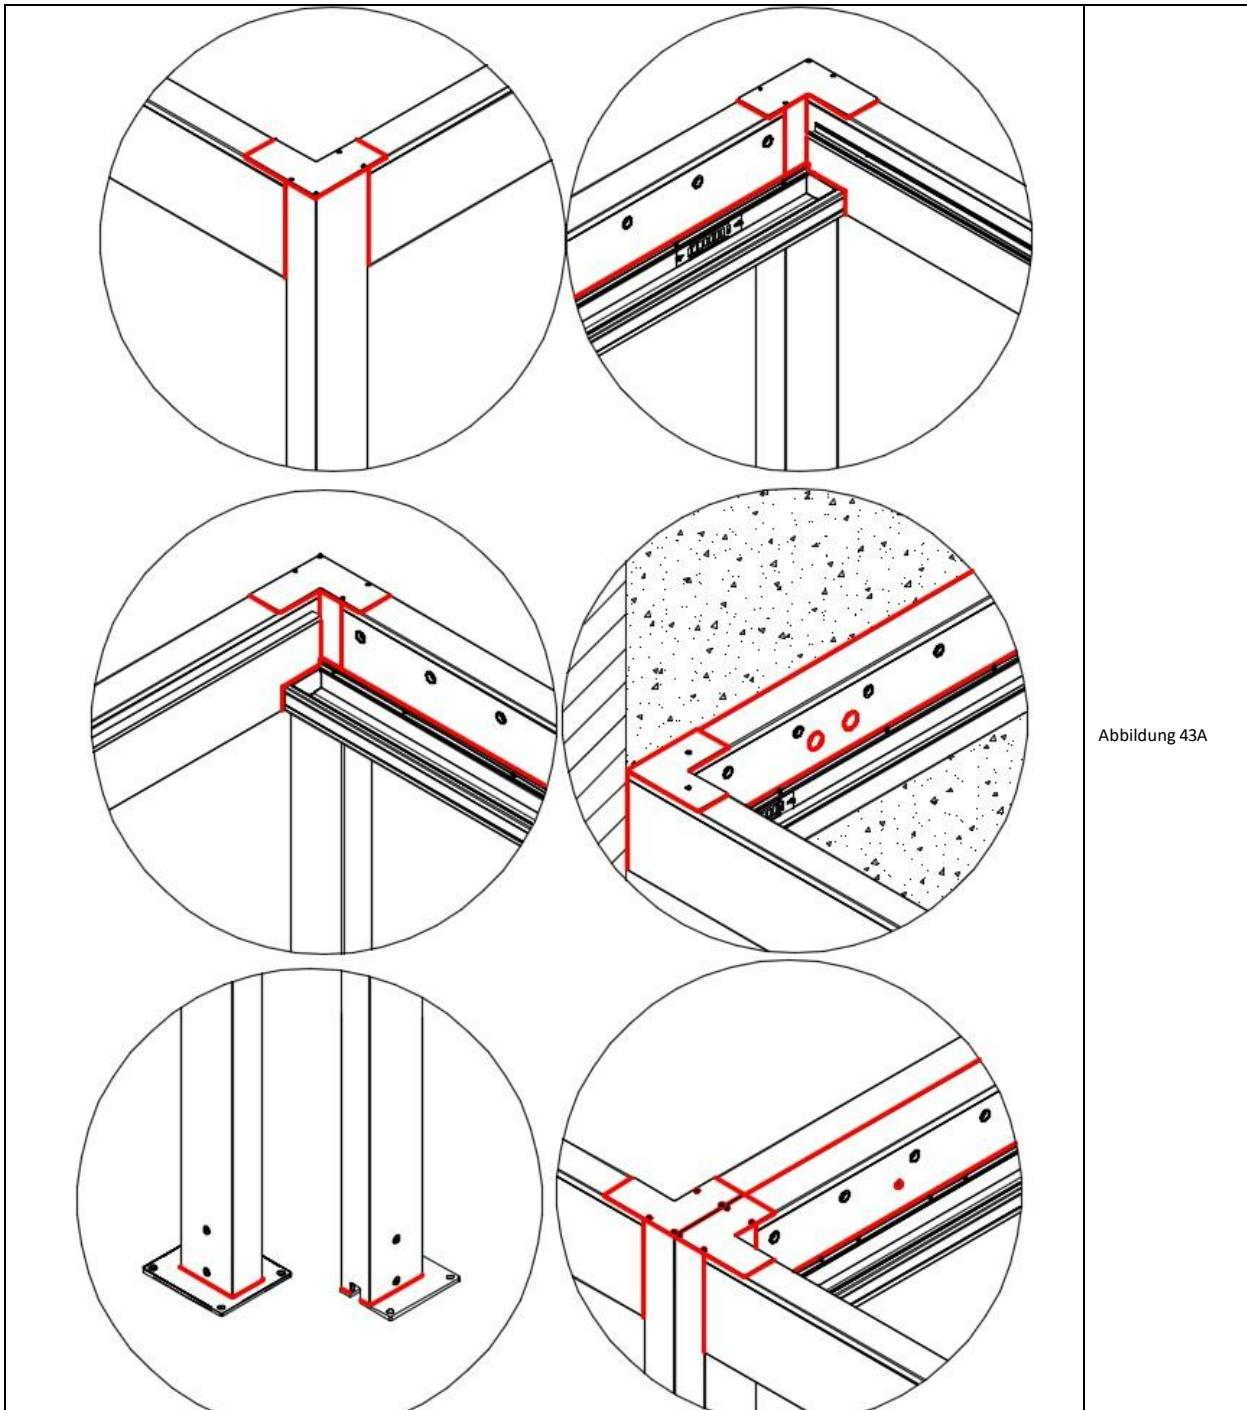

Abbildung 43A
3. In Abb. 43A sind die für die Abdichtung unbedingt erforderlichen Kontaktlinien rot dargestellt. Dazu gehören unter anderem: Verbindungen zwischen Balken und Pfosten, Umrisse der Winkelkappen an Revisionsöffnungen, die Oberkante der Verbindung jeder Rinne mit einem Balken, der Umriss der Verbindung der Rinnenkappe mit Balken oder einer benachbarten Rinne, Umrisse der Durchgangsverankerungskappen, die Verbindung der Revisionsöffnung mit der Wand, die oberen Kontaktstellen der Pergola-Module, die Kontaktstelle des Pfostens mit der Fußblech und andere.